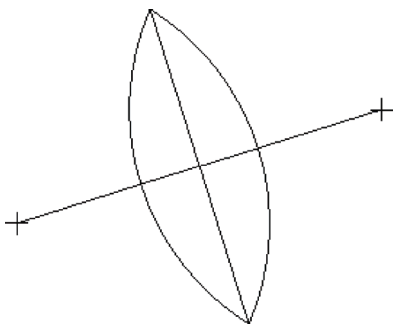

图 3-1 打开模型文件
STEP 01 单击快速访问工具栏中的“打开”按钮, 打开模型文件, 如图 3-1 所示。